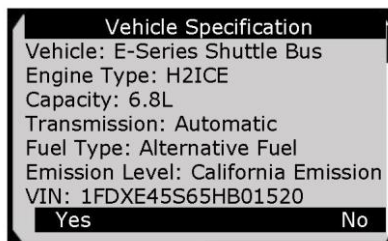

Рисунок 6-16
9) Следуйте отображаемым на экране инструкциям, чтобы сохранить информацию об автомобиле в разделах **Input Dialog Box [Диалоговое окно ввода]** и **Vehicle Specification [Спецификация автомобиля]** путем нажатия кнопки **Yes [Да]**, или нажмите кнопку **No [Нет]**, чтобы закрыть окно без сохранения изменений. См. рисунок 6-16.